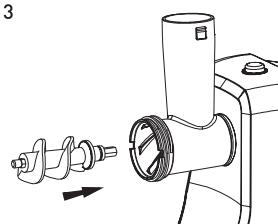

рис.4
- Установите крестообразный нож (9) (рис. 4).